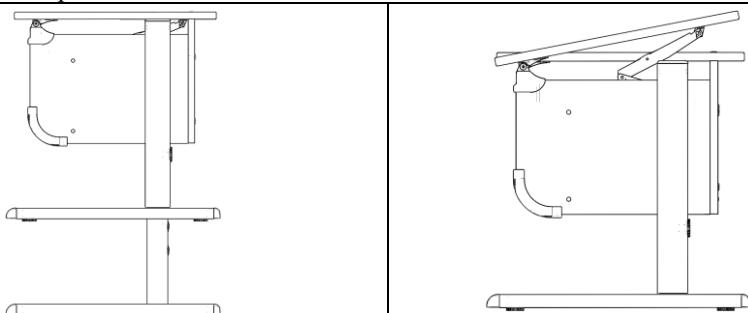

Рис. 29
- 6.2. Для удобства эксплуатации потребителями различных возрастных групп, стол имеет возможность ступенчатой регулировки столешницы по высоте и углу наклона см. рис. 29.
- 6.3. Для ступенчатого регулирования столешниц по высоте, необходимо раскрутить фиксатор на стойках боковых правой и левой, произвести подъем/опускание кожуха стойки и закрепить на нужной величине, в зависимости от роста пользователя, см.рис.29 и 29б. **Регулировку стола следует производить одновременно с двух сторон.**